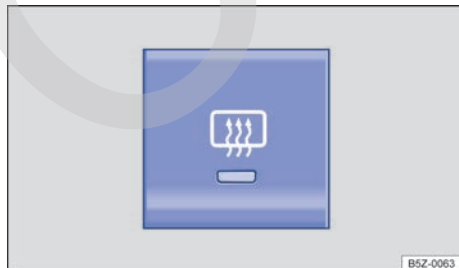

Fig. 122 En la consola central: tecla del desempañador de la luneta.
- Pulse la tecla → fig. 122 para activar el desempañador de la luneta.